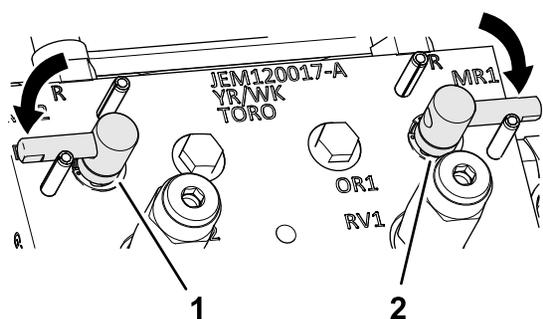

Figura 148
3. Mueva la palanca de autoafilado a la posición F (siega) (Figura 148).